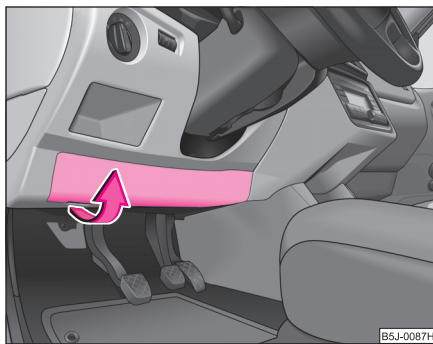

Fig. 166 Tabloul de bord, partea de jos: Capacul suportului de siguranțe
- Rabatați capacul cu atenție în sensul indicat de săgeată și scoateți-l ⇒ fig. 166.